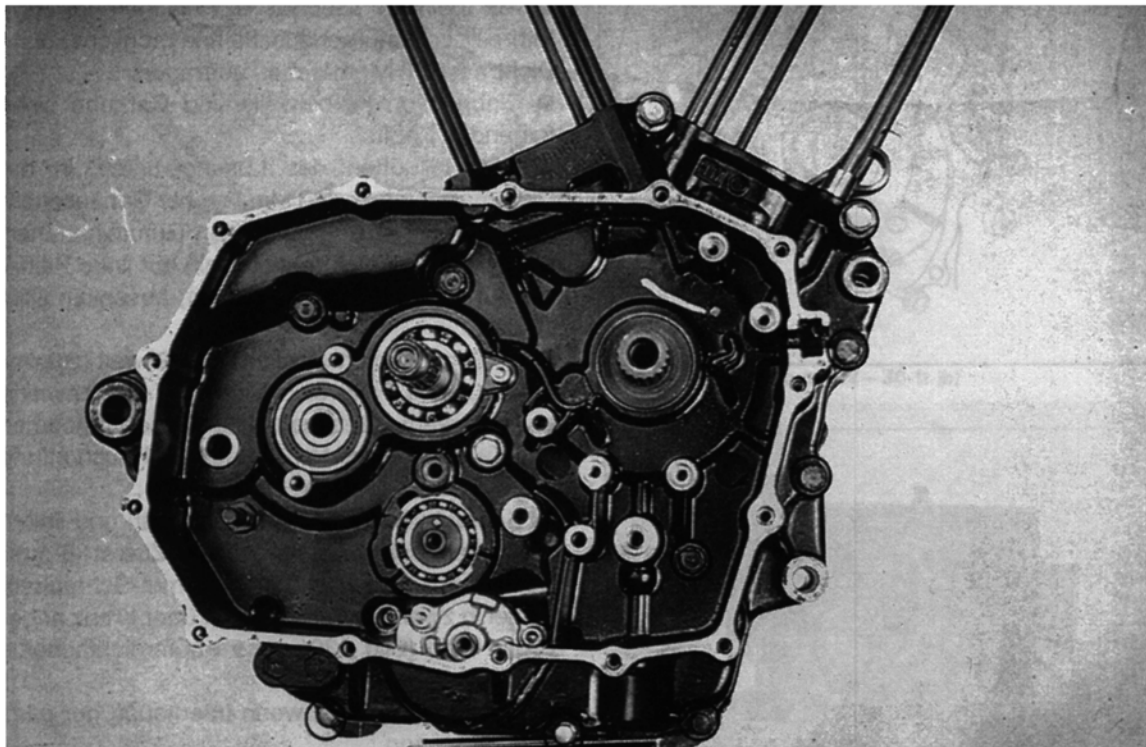

Bild 135
- An rechter Gehäusehälfte acht 8-mm- und drei 6-mm-Schrauben ausdrehen (Bild 135).